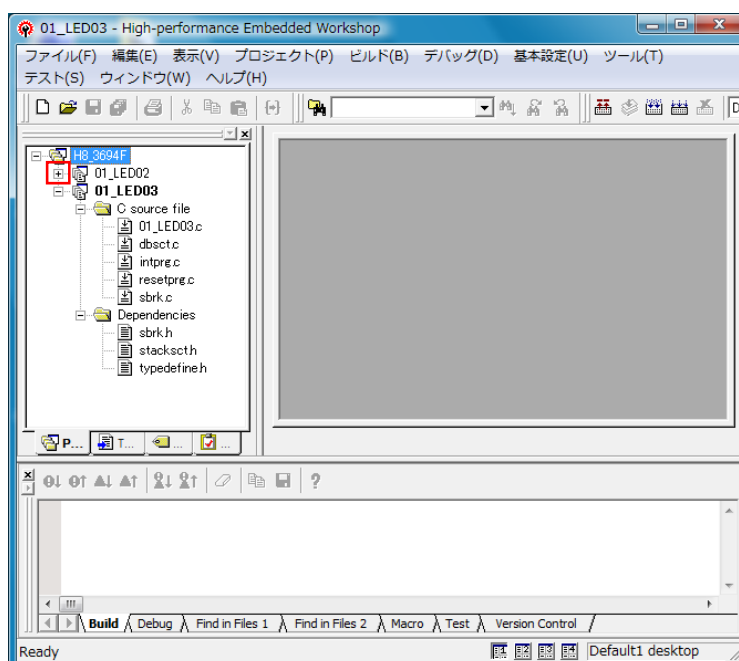

図 3.29 プロジェクトの表示
- のマークをクリックすると、マークが+に代わり、ファイル名が表示されなくなります (図 3.29)。アクティブプロジェクト以外はプログラム名を表示しないほうが扱いやすいかもしれません。